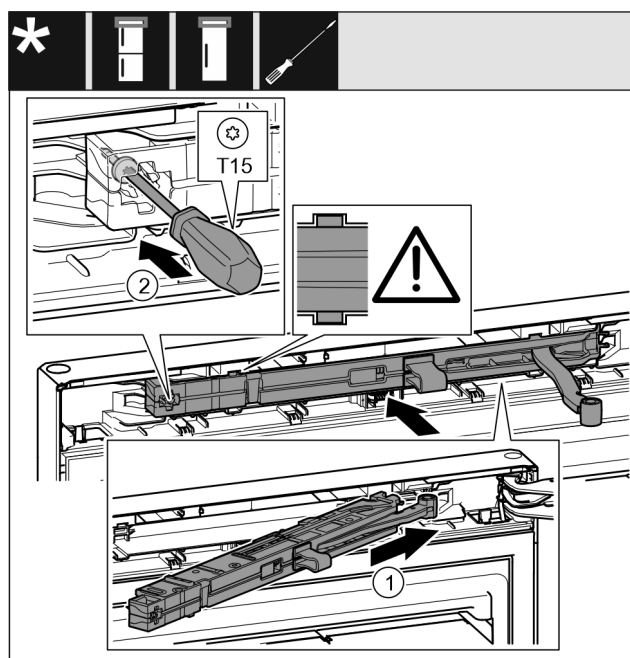

Fig. 51
- ▶ Tolja be ferdén, ütközésig a zárászcillapító egységet Fig. 51 (1) a mélyedésbe a csapágybak felőli oldalon.
- ▶ Húzza meg a csavart Fig. 51 (2) csavarhúzóval.